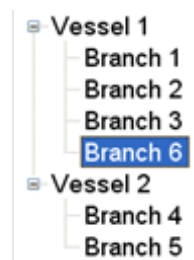

Figure 213. La numérotation est consécutive, indépendamment du lieu où l'on place le vaisseau ou la branche suivante.
- La numérotation des vaisseaux et des branches se fait de façon consécutive (**Figure 213**).